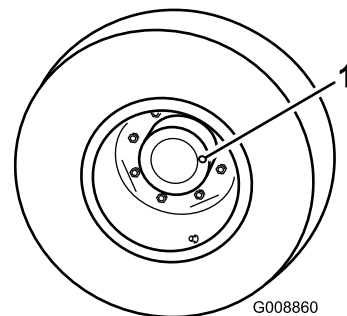

図 41
1. 平らな場所で、ホイールの点検/ドレン・プラグ（図 41）が時計の3時または9時の位置に来るように停止させる。
2. プラネタリに付いているプラグ (図 41) を抜く。ブレーキの後側で、プラグ穴の高さまで油量があればよい。